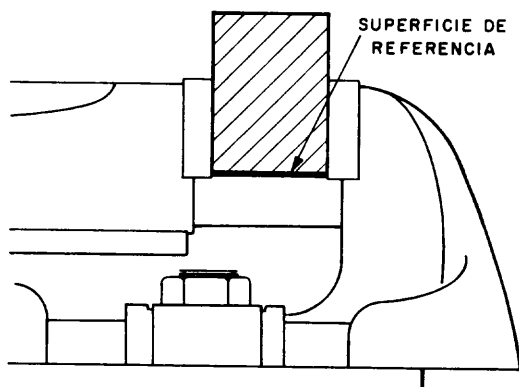

Fig. 2- Superficie de referencia del material (SR) apoyada para obtener, con el fresado, una superficie paralela.
2º paso - *Monte el material y apoye la superficie de referencia del mismo (SR) en la superficie de apoyo de la morsa, tal como se indica en las figs. 2 y 3.*